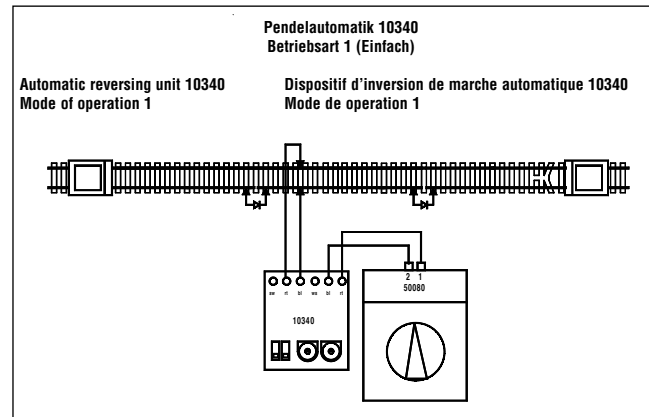

Abb. 2
Vorbereitung (Abb. 2)
2. Mit dem blau/roten Gleisanschlußkabel die Anschlüsse "bl" (blau) und "rt" (rot) am Ausgang "A" auf der Platine an die Gleise anschließen (Abb. 2).